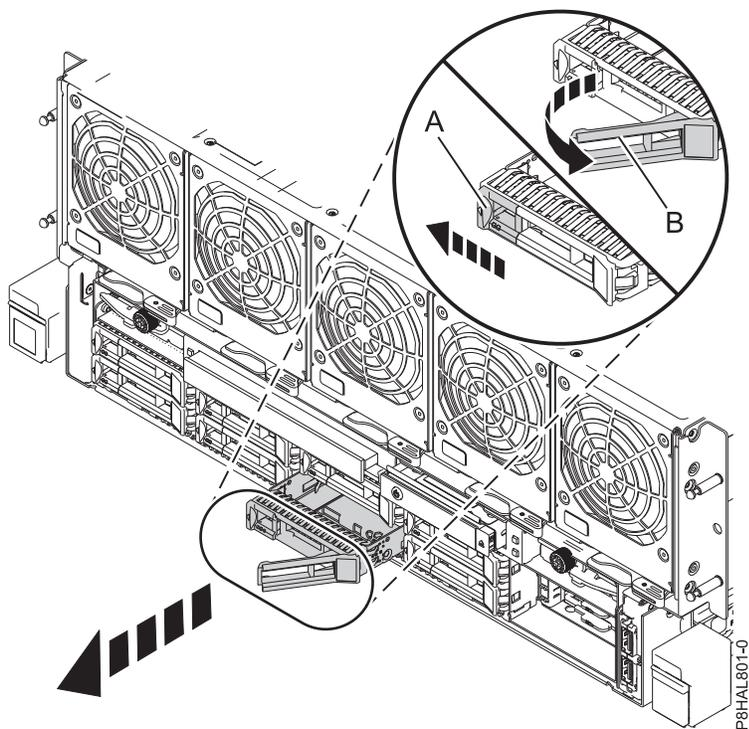

Figura 22. Remover uma unidade de disco do sistema 8408-44E ou 8408-E8E
3. Quando o LED de identificação fica aceso, desbloqueie a pega do compartimento de unidade (**B**) premindo o trinco da pega (**A**) e puxando-a para fora, como é mostrado na Figura 22. Se a pega não estiver completamente fora, a unidade de disco de segunda geração não poderá deslizar para fora do sistema.